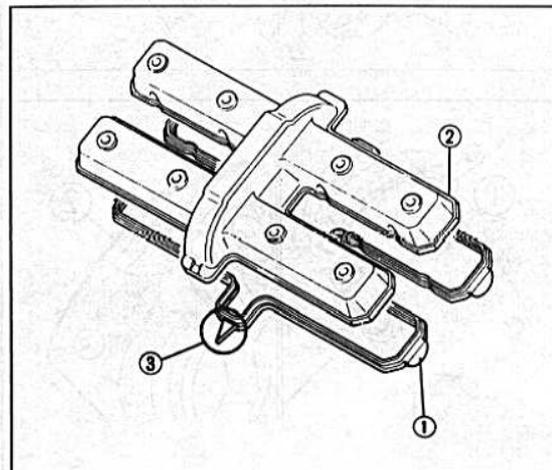

Bild 110
- Die Dichtung des Ventildeckels auf Unversehrtheit prüfen und gemäss Bild 110 auflegen.